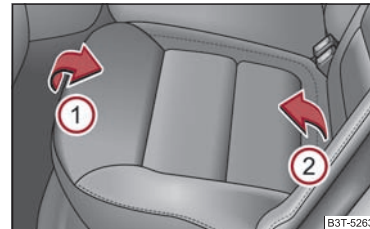

Fig. 74 Rabaterea în față a suprafeței de șezut
- Ridicați bancheta din spate în sensul săgeții (1) ⇒ fig. 74 și rabatați-o în față conform săgeții (2).